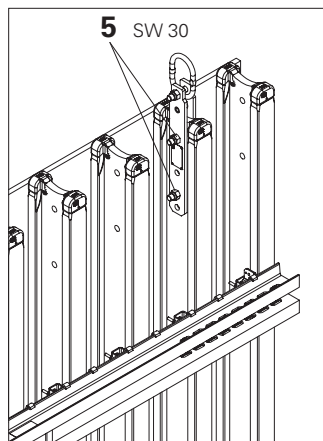

Fig. 10a
2. Allentare e rimuovere i due dadi **(5)** ruotandoli in senso antiorario, SW 30. (Fig. 10a)